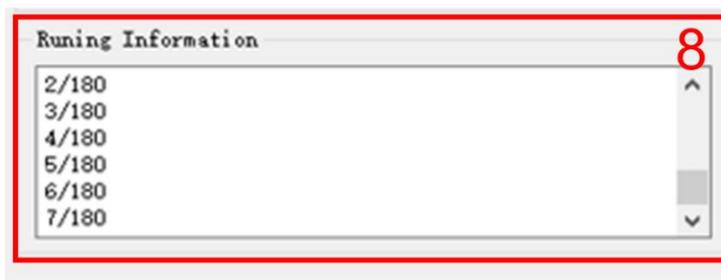
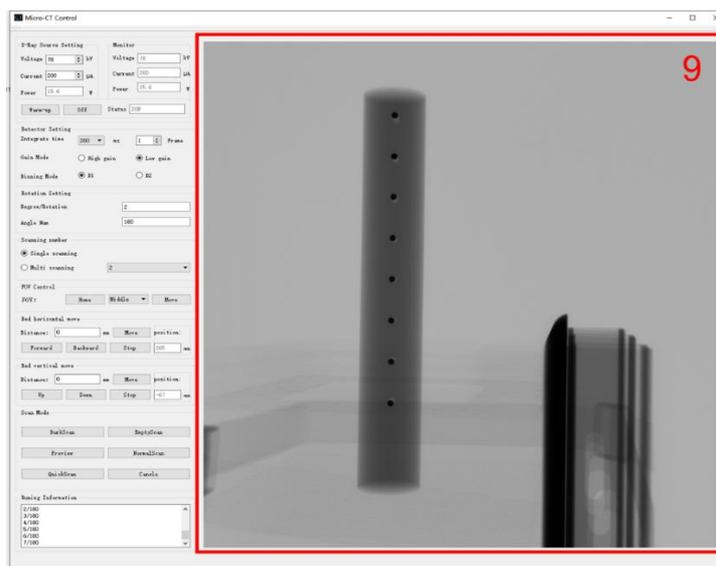

图 3.3.29 采集进度示意图
图 3.3.30 预览过程中软件图像显示示意图
(9). 软件运行过程中模块 8 中的采集进度如图 3.3.29 所示, 采集界面的图像显示如图 3.3.30 所示。采集到的图像不保存至文件, 只作预览使用。